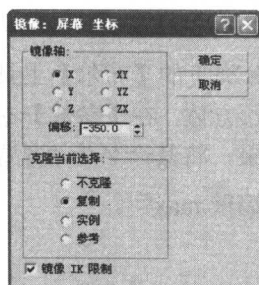
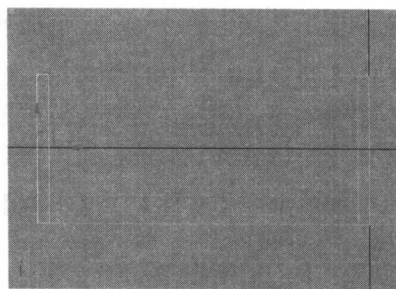

图 1-5 【镜像：屏幕 坐标】对话框
图 1-6 将墙壁镜像后的效果
Step 5 选择“右墙壁”，用右键激活前视图，单击主工具栏中的按钮，弹出如图 1-5 所示的【镜像：屏幕 坐标】对话框，设置镜像轴为 X 轴，单击【确定】按钮。复制出如图 1-6 所示的长方体，并命名为“左墙壁”。